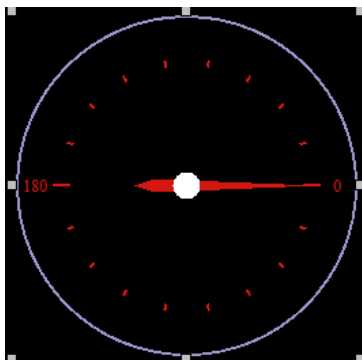

图 3-19 白色中心
3)中心颜色：指针中心的颜色。将中心颜色设置为白色，效果如图 3-19 所示。